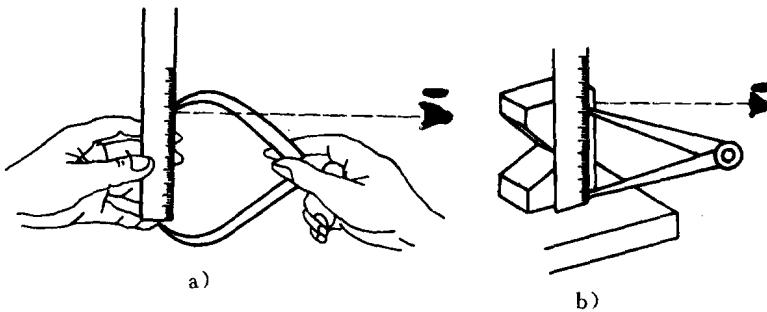

图 3.4 内外卡钳在钢直尺上取尺寸的方法
(1) 在钢直尺上取尺寸的方法见图 3.4。测量时需注意：
- ① 视线垂直于钢直尺。
- ② 卡钳的测量口应取钢直尺线条的中心。